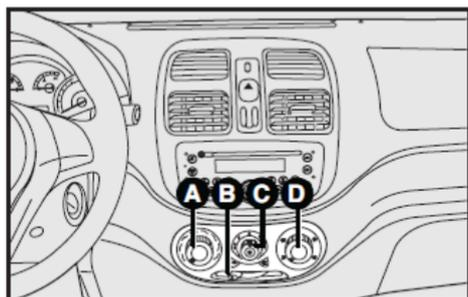

fig. 48
Controles - fig. 48
1) Control para la temperatura del aire A-fig. 48 totalmente posicionado a la izquierda.
2) Cursor del ventilador C-fig. 48: posicionado en la velocidad máxima.
3) Control para la distribución del aire D-fig. 48 indicador en O, para controlar que todas las salidas de aire estén abiertas.
4) Conecte el aire acondicionado abriendo el selector C-fig. 48.
El aire acondicionado es muy útil para acelerar el desempañamiento porque deshumedece el aire. Es suficiente regular los controles para la función de desempañamiento, y activar el aire acondicionado, presionando el pulsador C-fig. 48.
- 1) Acondicionador de aire conectado C-fig. 48.